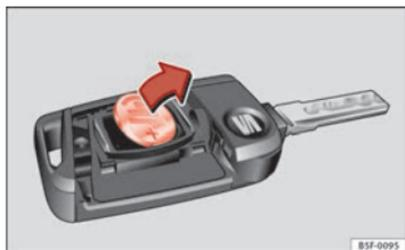

Abb. 49 Fahrzeugschlüssel: Batterie herausnehmen.
- Batterie mit einem geeigneten dünnen Gegenstand aus dem Batterie-fach heraushebeln ⇒ Abb. 49.
- Neue Batterie wie gezeigt ansetzen ⇒ Abb. 49 und entgegen der Pfeilrichtung in das Batteriefach drücken ⇒ ②.